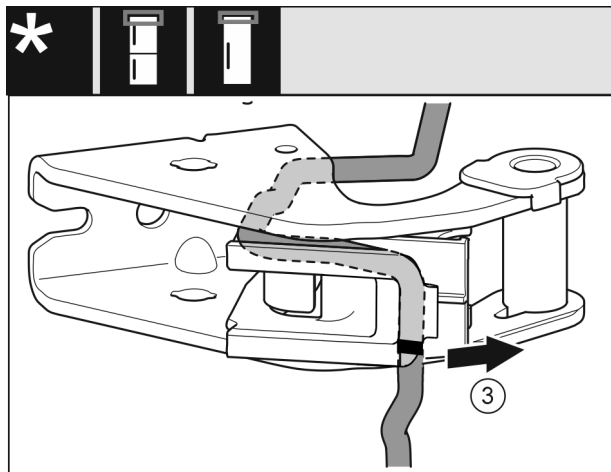

Fig. 27
- ▶ Zdemontować kabel z mocowaniem kabla z płytki zawiasu. Fig. 27 (3)